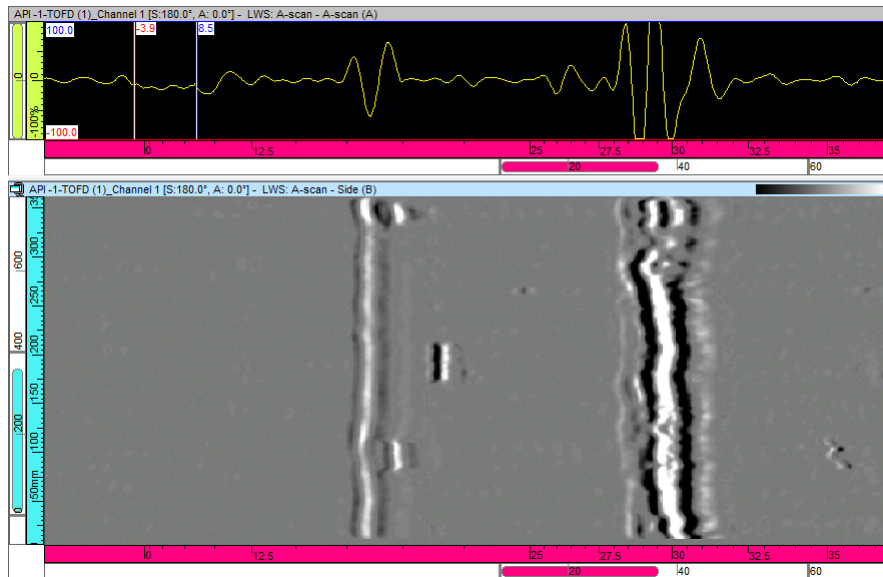

Abbildung 7-23 Ultraschallbild nach Anwendung des SAFT-Algorithmus
5. Wählen Sie in der Menüleiste **Ansicht > Inhalt**, um die neu erstellte SAFT-Darstellung anzuzeigen. Der SAFT-Algorithmus wurde angewendet (siehe Abbildung 7-23 auf Seite 383).